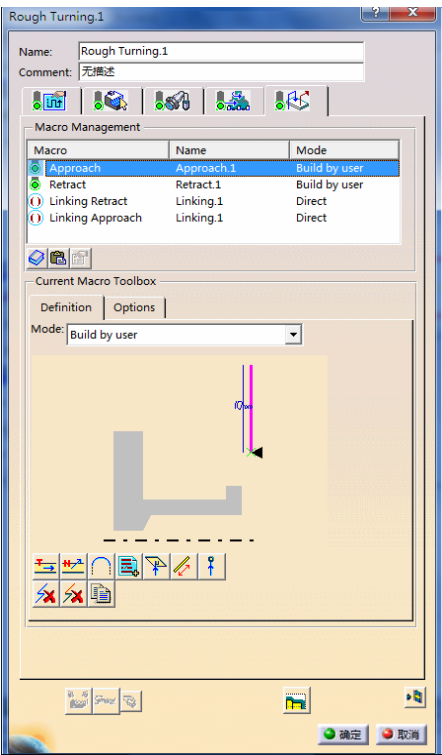

图 7-23 设置“Approach”参数（1）
- 在“Macro Management”区域中的列表框中选择“Approach”，单击鼠标右键，在弹出的快捷菜单中选择 **Activate** 命令，在“mode”下拉列表中选择“Build by user”，然后单击 **Remove all motion** 按钮和 **Add Horizontal motion** 按钮，设置“Approach”参数（1）如图 7-23 所示。